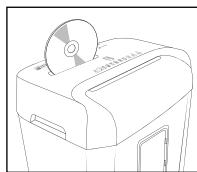

Abb. 5
Stellen Sie den Schalter **REV/OFF/AUTO/FWD ③** zum Zerkleinern in die Position **AUTO**. Führen Sie die CD von oben mittig in die Schneidöffnung CD/Kreditkarte **②** ein (siehe Abb. 5). Sie können jeweils nur eine CD schneiden.